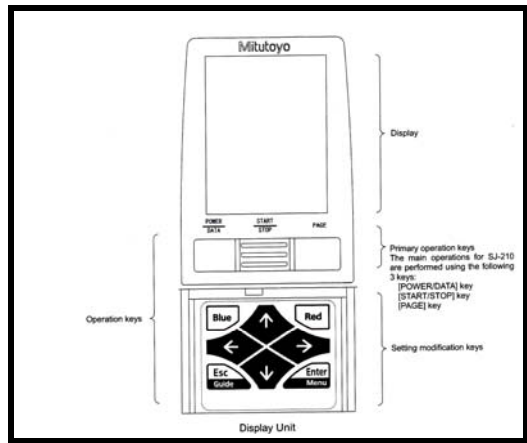

Figura 8
- Nombre de cada parte de la unidad de pantalla (figura 8)